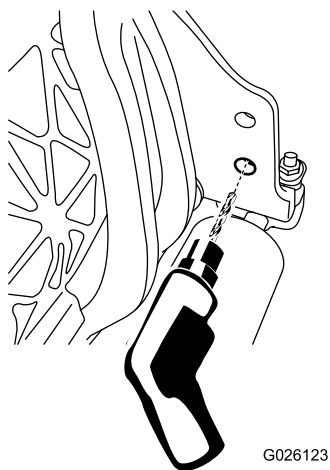

**Рисунок 4**
1. Снимите средний болт щитка-отражателя травы (**Рисунок 4**).
2. Установите отражательную пластину на верхнюю поверхность режущего блока, используя ранее снятый болт (**Рисунок 4**).